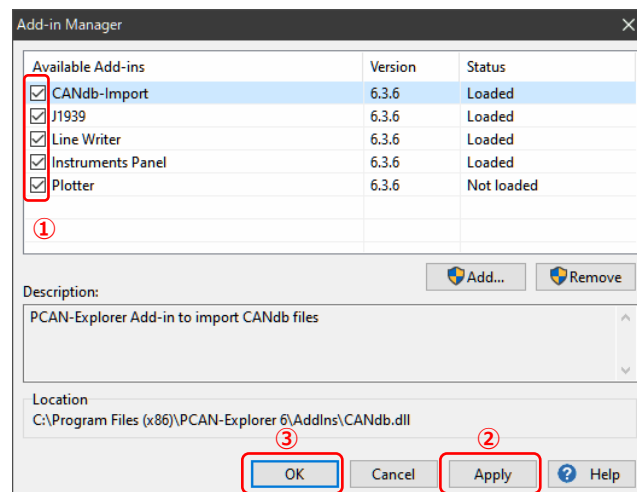

図 A-2
Add-in Manager ウィンドウが表示されます（図 A-2 参照）。
必要な Add-in にチェックし（図 A-2 ① 参照）、Apply ボタンを押します（図 A-2 ② 参照）。
OK ボタンを押します（図 A-2 ③ 参照）。
- 図 A-2 は、すべての Add-in を購入している場合の例です。